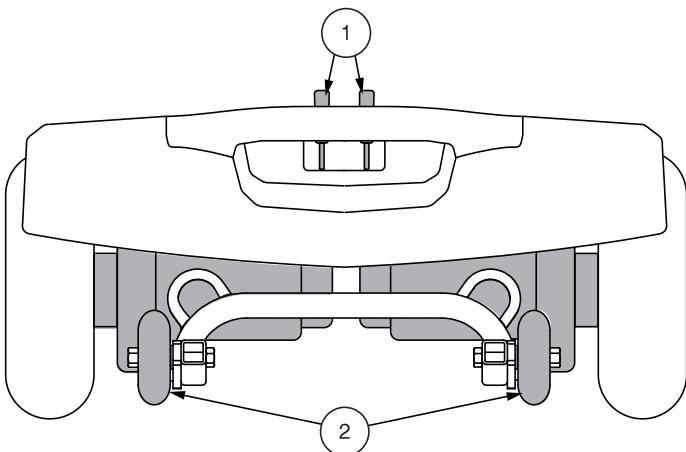

Figura 9. Sezione posteriore - Jazzy ZTS
La miniscooter è dotata di leva di sblocco ruote manuale su ciascun motore. Le leve di sblocco ruote manuale consentono di disattivare il freno del motore per manovrare manualmente la miniscooter. Vedere figura 9.
1. Individuare le leve nella parte posteriore della base elettronica. Vedere figura 9.